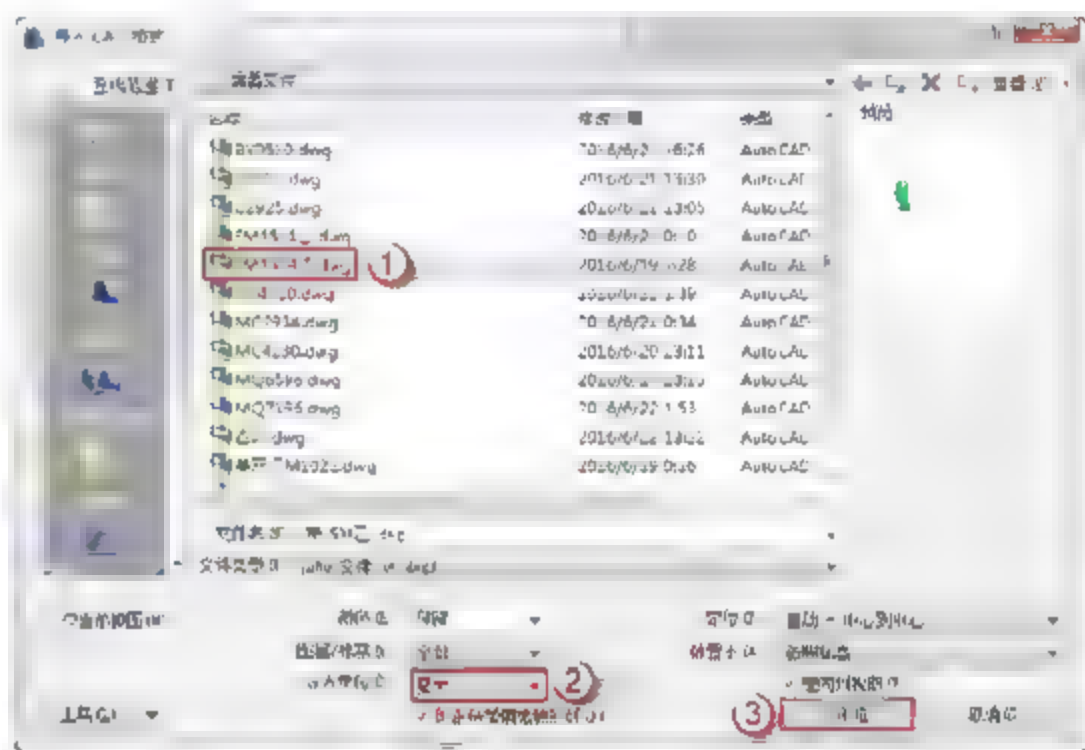

图 6.2.8 导入“FM1534 乙.dwg”文件
(7) 导入 CAD 图形。选择“插入”→“导入 CAD”命令,弹出“导入 CAD 格式”对话框,选择“FM1534 乙.dwg”文件,将“导入单位”改为“毫米”,单击“打开”按钮,如图 6.2.8 所示。